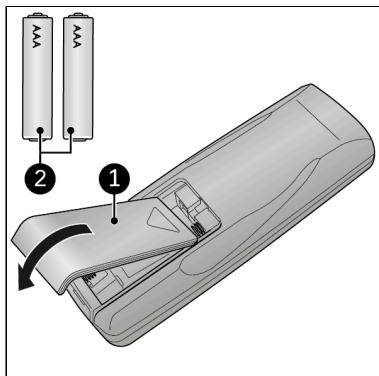

Abbildung 48.
1. Entfernen Sie die Abdeckung (Abbildung 48, Pos. 1).
3. Legen Sie zwei Batterien (AAA 1,5V) (Abbildung 48, Pos. 2) wie im Batteriefach angegeben ein. Stellen Sie sicher, dass die Batterien richtig eingelegt sind.